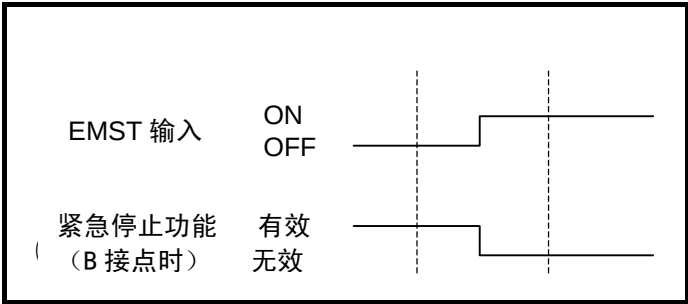

图 A-3: EMST 输入的 ON / OFF 和接点极性
- ◇ 例如，EMST 输入: 紧急停止 的出厂默认值为 B 接点。「图 A-3: EMST 输入的 ON / OFF 和接点极性」的①的状态中，输入信号为 OFF，但是紧急停止功能为有效。
- ◇ 「图 A-3: EMST 输入的 ON / OFF 和接点极性」的①・②的时间点上，比较监视器 IO0, IO1 的读取结果，如「表 A-2: EMST 输入为 B 接点时的监视器 IO0・IO1 的显示」所示。